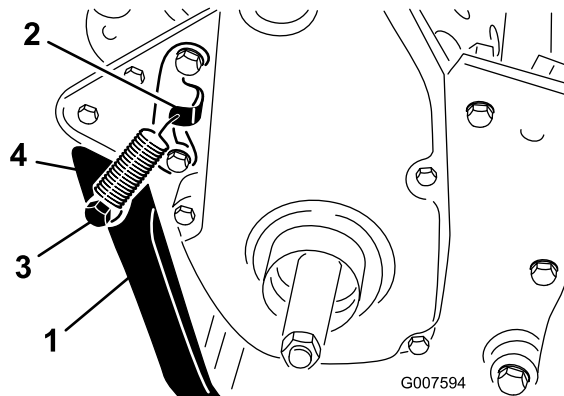

Figura 6
2. Enganche el muelle en el taladro del soporte y al anclaje, alineando el caballete con los taladros de montaje del bastidor trasero (Figura 6).
3. Sujete el caballete a cada lado del bastidor con un perno, un espaciador, una arandela plana y una contratuerca (Figura 6).